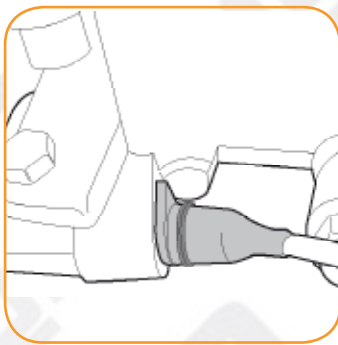

fig. 2.4
2. De remsensor bevindt zich bij de rechter remhendel (fig. 2.4)